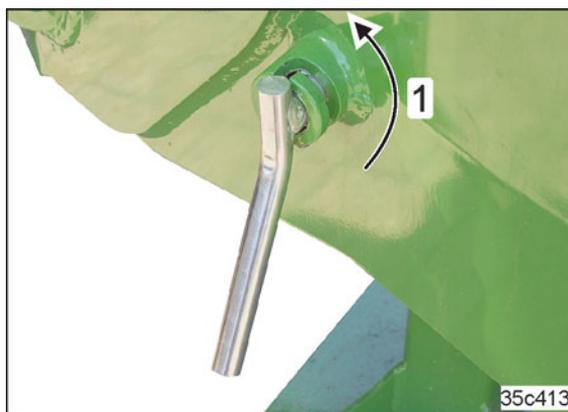

Рис. 116
- 13.1 Поверните зафиксированный палец (Рис. 116/1) на 180°, пока зажимная втулка не выйдет (см. Рис. 117/1).
16. Зафиксируйте палец посредством его поворота (см. Рис. 116).